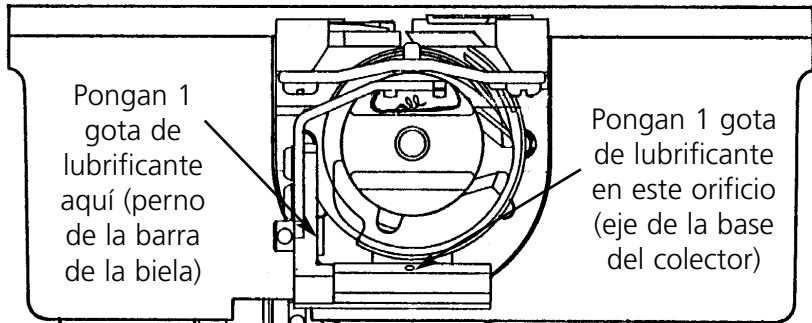

Figura 4-17
7. Cuando la pantalla visualiza eje de la base del colector del corta-hilos, perno de la biela, aprieten . No es necesario ningún desplazamiento para lubricar el eje de la base del colector del corta-hilos y el perno de la biela. Consulten la Figura 4-17 para lubricar el eje de la base del colector del corta-hilos y el perno de la biela. Aprieten  después de haberlo efectuado. El colector oscilará hacia afuera y hacia adentro.